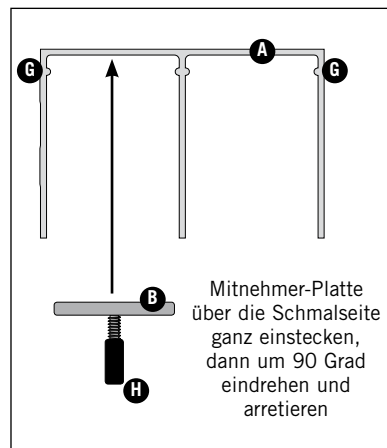

Bild 6 ▲
5: Pro Selbstzug müssen nun die Mitnehmer-Platten (B) in die dafür vorgesehene obere Führung der Deckenschiene (A) eingedreht werden (Bild 6). Dafür wird die schmalere Seite der Mitnehmer-Platte an den Führungen links und rechts (G) vorbei in die Deckenschiene gesetzt. Drehen Sie nun die Mitnehmer-Platte um 90 Grad, sodaß die Platte durch die Führungen gehalten wird.